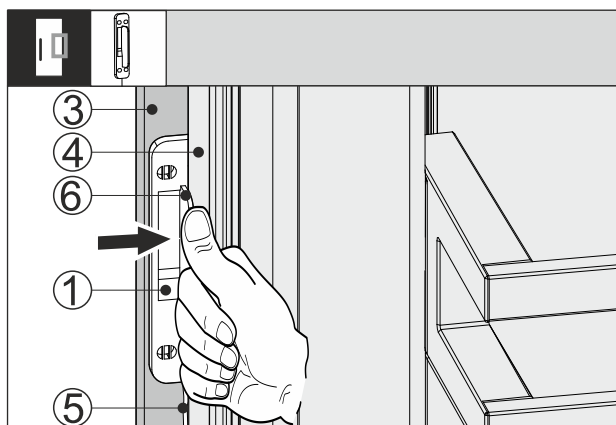

Fig. 66
- Työnnä koputusanturi Fig. 66 (1) kalustepeitteen Fig. 66 (3) ja laiteoven Fig. 66 (4) väliin niin, että johto Fig. 66 (5) on kevyesti jännitettynä. Koputusanturin vaste Fig. 66 (6) on kiinni laiteovessa Fig. 66 (4).
- Paina koputusanturi Fig. 66 (1) kiinni kalustepeitteeseen Fig. 66 (3).
- Koputusanturi Fig. 66 (1) on liimattu kiinni. Koputusanturin kiinni liimaaminen optimoi koputussignaalin siirtoa.
Koputusanturin Fig. 66 (1) kiinnittäminen pysyvästi paikalleen pidentää elinikää.
- Kiinnitä koputusanturi Fig. 66 (1) mukana toimitetuilla ruuveilla kalustepeitteeseen Fig. 66 (3).